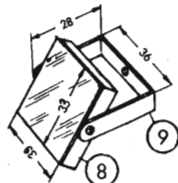

Fig. 288. Cavallotto mobile per lo specchio.
Le molle (7) sono di ottone crudo (0,2 mm) e le loro forme e dimensioni risultano dalla figura 287. Il piano (6) (v. disegno costruttivo III) è di legno compensato 4 mm, e viene avvitato ed incollato sulla battuta del supporto (figura 283) dopo avervi avvitato le due molle. Dal vetraio ci facciamo tagliare uno specchio di 33x33 mm che incolliamo su un'assicella (8) spessa 6 mm. Un pezzo di piastrina di ottone o di ferro (8x1 mm) con tre fori 2,5 mm, piegato due volte, forma il cavalletto (9) per lo specchio (fig. 288). Avvitiamo ora il cavalletto (9) su (8) e sul supporto con viti di legno, in modo che le giunture siano mobili (rondelle!).